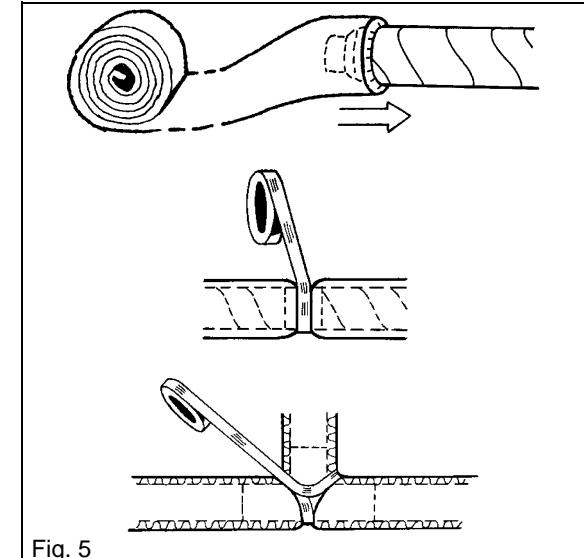

Fig. 5
### Kondens-/varmeisolering (Fig. 5)
### Kondens-/värmeisolering (Fig. 5)
**Kondensbildung/Wärmedämmung (Fig. 5)**
**Condensation/heat insulation (Fig. 5)**